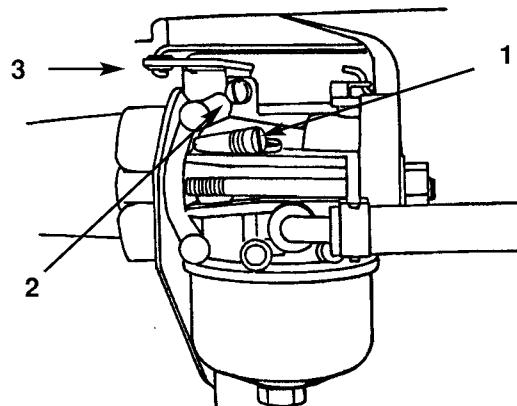

Bild 27
- Die Leerlaufmischungsschraube (Bild 27) langsam bis zum Schließen im Uhrzeigersinn drehen. Die Leerlaufmischungsschraube nie forcieren (zumachen), sonst wird der Vergaser beschädigt.
- Die Leerlaufmischungsschraube (Bild 27) eine volle Umdrehung im Gegenuhrzeigersinn drehen. Bei dieser Einstellung läßt sich der Motor starten.
- Den Vergaser-Gashebel gegen die Leerlaufeinstellschraube halten (Bild 27). Die Leerlaufeinstellschraube so verstetzen, daß der Motor mit 1750 U/min läuft. Die Umdrehungszahl mit einem Drehzahlmesser prüfen.
- Während Sie den Vergaser-Gashebel weiterhin gegen die Leerlaufeinstellschraube halten, die Leerlaufmischungsschraube (Bild 27) langsam eindrehen (Uhrzeigersinn), bis sich die Motordrehzahl reduziert (magere Mischung). Jetzt die Leerlaufmischungsschraube herausdrehen (Gegenuhrzeigersinn), bis der Motor beginnt, unregelmäßig zu laufen (fette Mischung).
- Jetzt die Leerlaufmischungsschraube (Bild 27) halbwegs zwischen mager und fett einstellen, bis der Motor ruhig läuft.